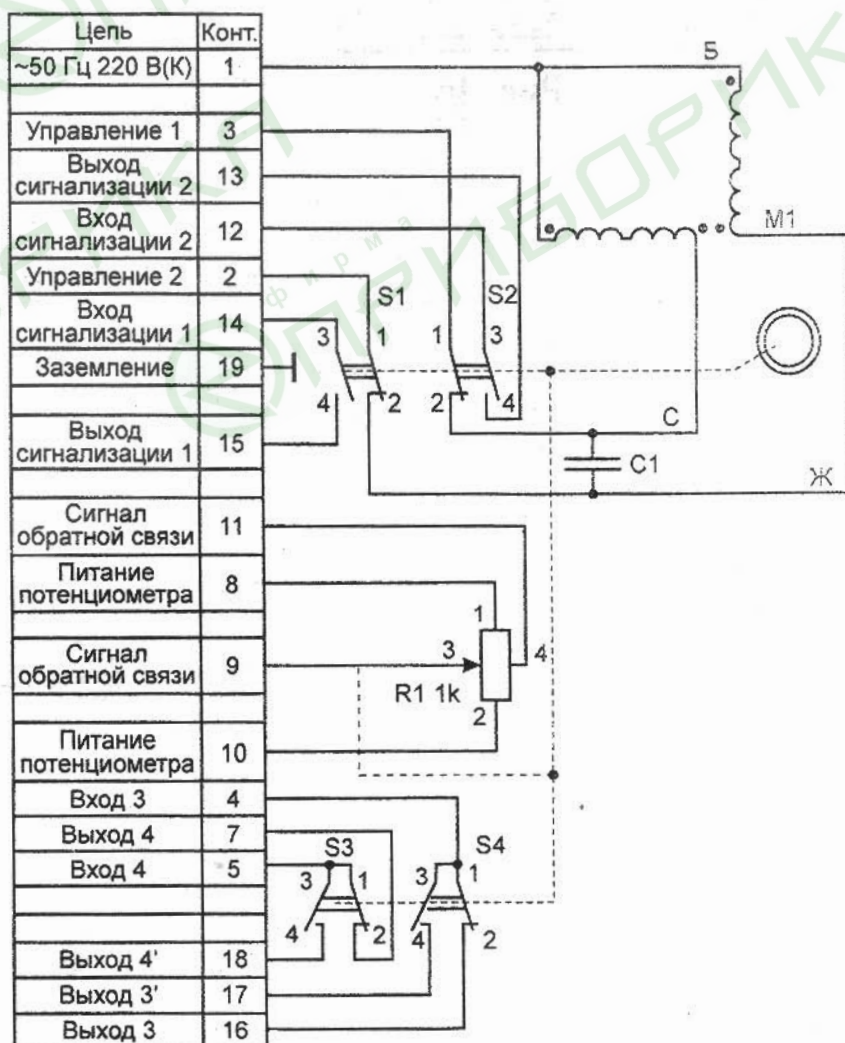

Рис. 3
16. Подключение электропривода регулятора производите в соответствии с требованиями РМ1.00.00.00 ТО на реверсивный механизм (для клапанов ВН...М-...). Электрическая схема подключения механизма приведена на рис. 3.